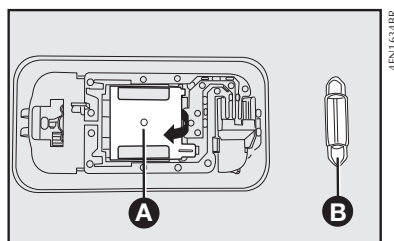

fig. 39
- Abrir a tampa **A**—**fig. 39**, com auxílio de uma chave de fenda, no sentido indicado pela seta.
- Retirar a lâmpada **B**—**fig. 39** e substituí-la.